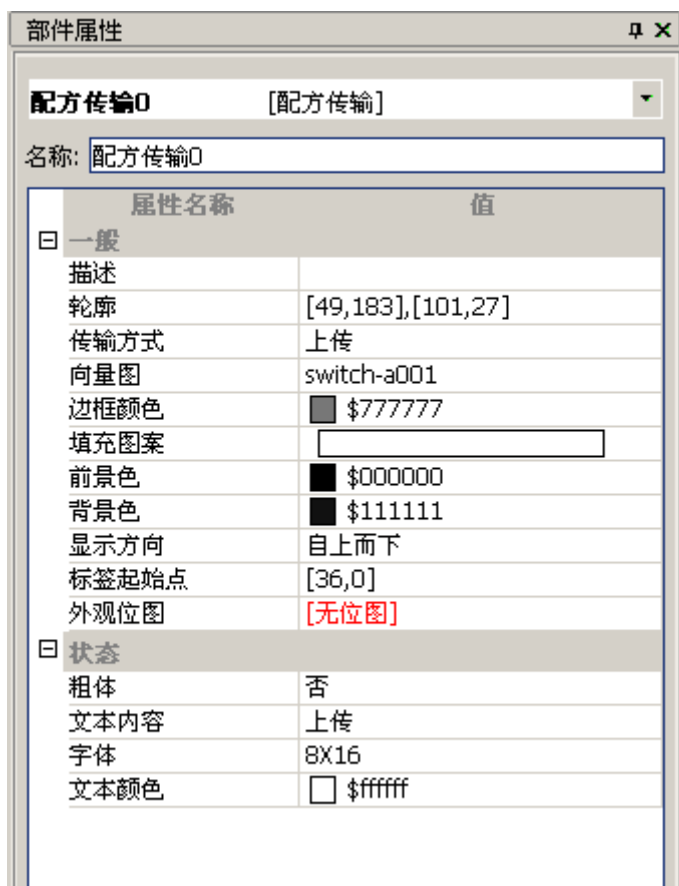

图 14-8 配方传输部件属性框
3. 双击此部件，在左边的属性框中填写属性内容，如图 14-8。